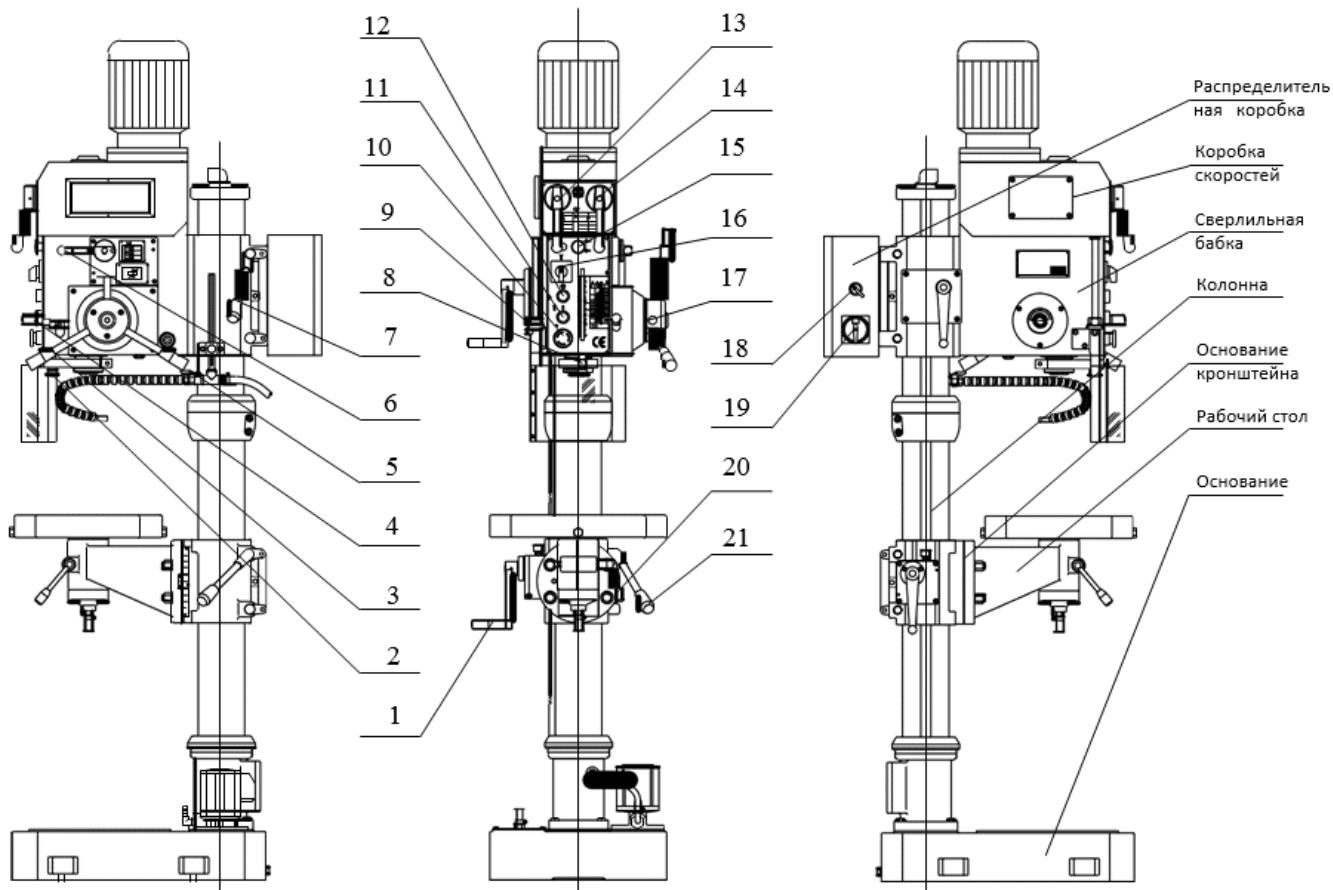

Рис.1
Для включения станка переведите главный выключатель (19, рис.1) в положение «ON». На панели управления головки станка зажечется индикатор сети.
Проверьте, что кнопка аварийного останова не нажата, в противном случае поверните ее против часовой стрелки для освобождения. Защитный экран должен быть закрыт. При открытом экране станок не запустится. Включите вращение шпинделя, нажав на кнопку (11, рис.1)
Пользуясь таблицей, расположенной на передней части сверлильной головки, выберите необходимую скорость и установите требуемые положения ручек (13, 14, 16, рис.1). Существует два способа подачи по требованиям конкретных условий обработки:
Ручная подача: На сверлильной бабке справа расположены три рычага подачи (3, рис.1) с двумя положениями. Переведите любой из трёх рычагов влево и опустите вниз.
Выберите нужную скорость автоподачи по табличным данным на передней части сверлильной головки, и установите ручки (13, 14, 16, 6) в требуемое положение. Переведите рычаг подачи (3, рис.1) в правое положение, при этом рычаг (4, рис.1) автоматически поднимется вверх, включится автоподача. Для остановки подачи нажмите рычаг (4, рис.1) до появления звука щелчка, после этого ручки (3, рис.1) автоматически вернутся в левое боковое положение, и подача шпинделя остановится.
Для серийного производства необходимо задать глубину сверления. Для этого существует шкала спереди сверлильной бабки. Ослабьте винт с накаткой (8, рис.1) поворотом рукоятки (2, рис.1), перемещением шкалы задайте нужную глубину, затяните винт (8). Теперь глубина сверления задана.
Поверните рычаг подачи (3) и приблизьте метчик к заготовке. (Рычаг должен быть в левом положении ручной подачи. Нажмите на блокиратор автоподачи (17, рис.1) для
Остановить станок можно, нажав на кнопку (12, рис.1). Если требуется аварийная остановка при работе, нажмите кнопку аварийной остановки (10, рис.1), что приведёт к отключению станка.
Станок оснащён устройством быстрой смены режущего инструмента, управляемым рукояткой (15, рис.1). Надавите рукоятку (15) в направлении сверлильной бабки, если требуется установка режущего инструмента. При снятии инструмента надо немного выкатить пиноль, вытянуть рукоятку (15), и, придерживая режущий инструмент левой рукой, поднимите пиноль, инструмент выпадет вниз.